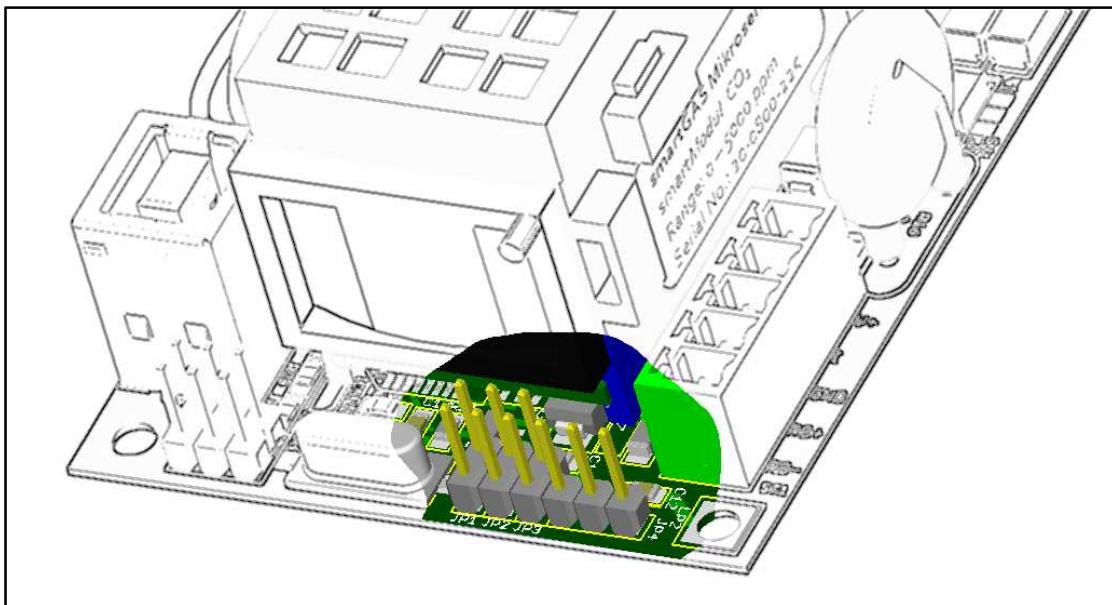

Bild 5: Jumper 3 nicht gesteckt → Bereich des Stromsignals 4-20mA
2. nicht gesteckt \Leftrightarrow 4-20mA – siehe Bild 5.